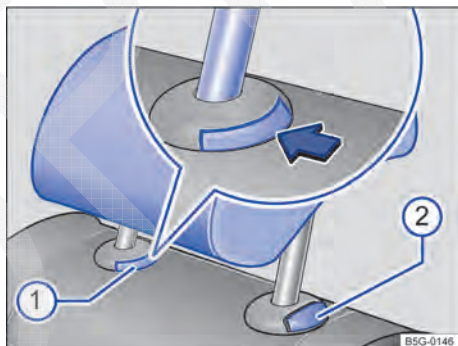

Fig. 92 Desinstalar o apoio para cabeça traseiro.
- Pressionar o botão → Fig. 92 ① na guia do apoio para cabeça.
- Ao mesmo tempo, pressionar o botão ②, enquanto outra pessoa retira totalmente o apoio para cabeça.